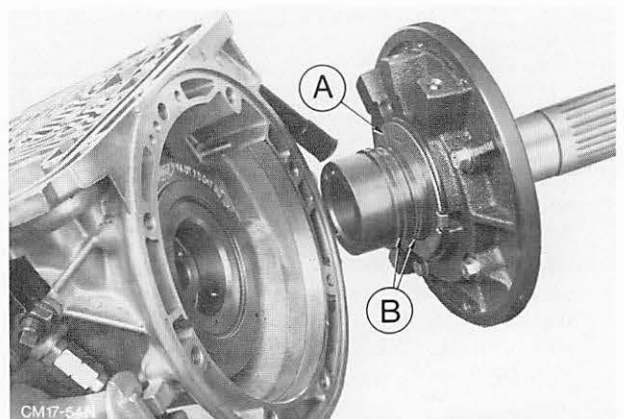

Abb. 94 Ölpumpe mit Anlaufscheibe Nr. 1 vorsichtig in das Getriebegehäuse einsetzen
44. Getriebe so schwenken, daß die Abtriebswelle etwas schräg nach unten zeigt. Anschließend Ölpumpengehäuse sowie Anlaufscheibe Nr. 1 (mit Öl angeklebt) in den vorderen Triebssatz vorsichtig einsetzen. Abb. 94.